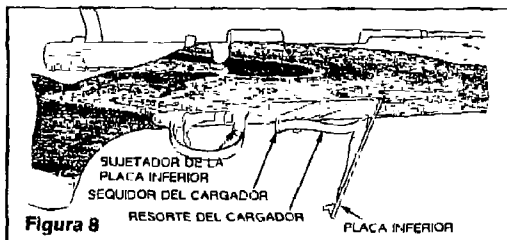

Figura 8
- 8 Empuje el sujetador de la placa inferior a fin de liberarla. Vea la Figura 8. El resorte y seguidor del cargador se soltarán del cargador.